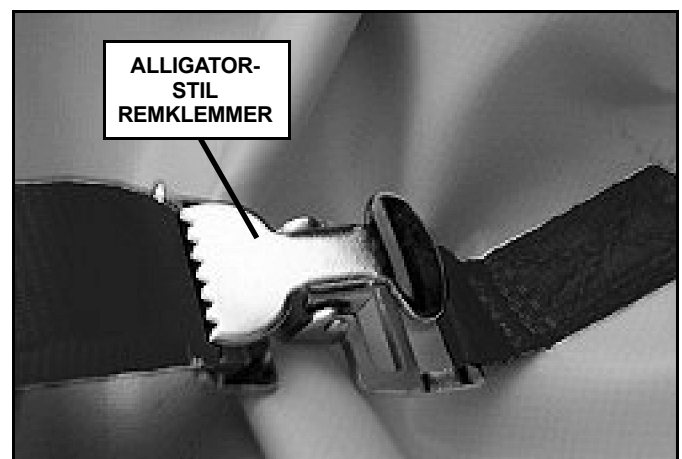

Figur 8
2. Trekk tarpen bort fra de ytre bakre hjørnene på sprederen, løft den bakre rørformede indre kanten vekk fra kanten på beholderen og rull tarpen opp mot fronten av sprederen (Vennligst se Figur 8).